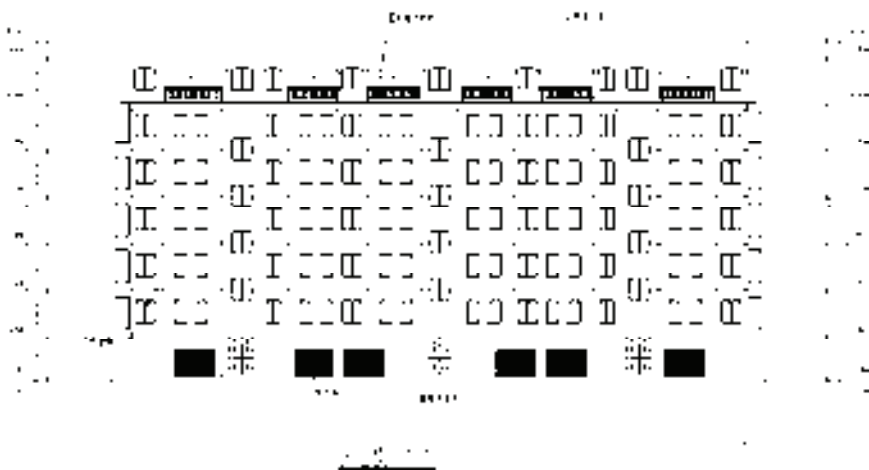

图 14-150 图名标注
25) 添加图名标注。调用“图名标注”命令，在弹出的“图名标注”对话框中设置参数，在平面图的下方便取图名标注的位置，即可添加图名标注，操作结果如图 14-150 所示。